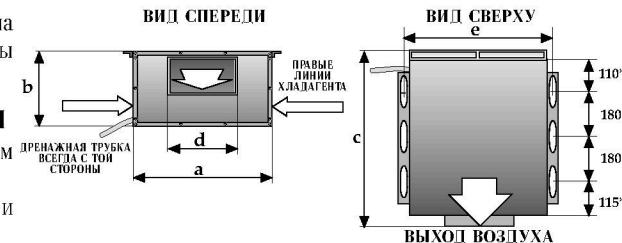

Рис. 4
- Внутренний агрегат может быть либо подвешен к потолку, либо установлен на твердом основании, например, бетоне. Размеры внутреннего агрегата приведены на рис. 4.
- Приклейте четыре резиновые амортизационные прокладки по четырем углам основания, как показано на рис. 4.
- Приклейте четыре резиновые амортизационные прокладки по четырем углам верхней крышки, как показано на рис. 4.
- Закрепите агрегат на потолке с помощью длинных потолочных анкеров, как показано на рис. 4а.
- Четырьмя винтами соедините установочные планки с металлической соединительной планкой (см. рис. 4а).
Рис. 4а